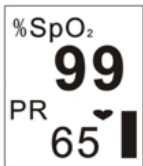
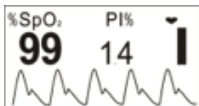
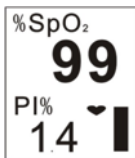

Figura 5
Figura 6
Figura 7
- Premere due volte il tasto Display, lo schermo del display sarà cambiato come mostrato in Figura 5.
- Premere il tasto Display tre volte, lo schermo del display (come mostrato nella Figura 5) verrà ruotato di 180°.
- Premere il tasto del display in modo circolare, lo schermo del display verrà commutato tra le due schermate (come mostrato nella Figura 4 e nella Figura 5) e le quattro direzioni verranno visualizzate alternativamente.
6. Premere a lungo Tasto Display (circa 2 secondi), verrà visualizzato lo schermo come mostrato nella Figura 6. Le differenze tra la Figura 6 e la Figura 4 sono le seguenti:
- In Figura 6, SpO2 e indice di perfusione vengono monitorati e visualizzati sullo schermo.
7. Quando sullo schermo viene visualizzato come mostrato nella Figura 6, premere il tasto Display in modo circolare, lo schermo del display verrà commutato tra le due schermate (come mostrato nella Figura 6 e Figura 7) e le quattro direzioni verranno visualizzate alternativamente.
8. La schermata di visualizzazione (come mostrato nella Figura 6 o Figura 7) tornerà allo schermo come mostrato nella Figura 4 o Figura 5 se non viene eseguita l'operazione entro 10 secondi.